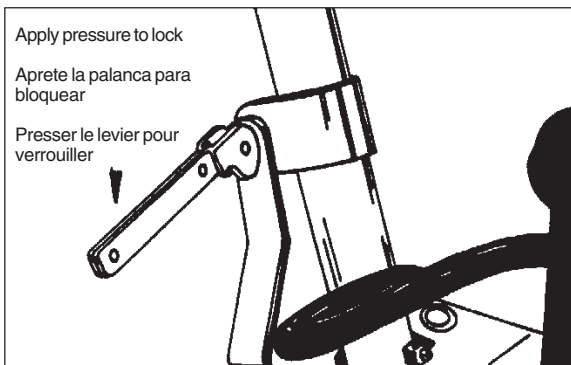

Figure 3
**The Locking Lever.** See figure 3.
### PALANCA DE BLOQUEO (Véase fig. 3)
### LEVIER DE VERROUILLAGE (Voir fig. 3)